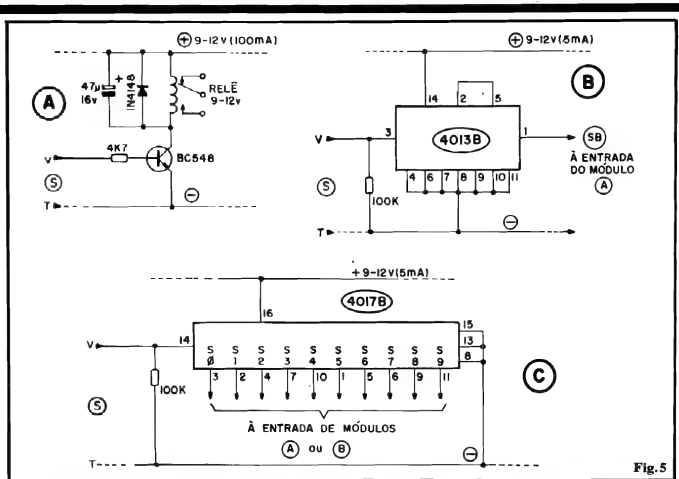

Fig. 5
- FIG. 5-A - **Driver "LIGA ENQUANTO"** - Com o simples arranjo mostrado, ligado à saída ("S-T") do MRIV, teremos a energização do relê, por 1 segundo, a cada comando recebido... Se o dedo do operador "ficar" sobre o **push-button** do MEIV por mais de 1 segundo (digamos, 5 segundos...), também o relê permanecerá "ligado" por - no mínimo - um Tempo equivalente (pelo menos 5 segundos, no caso do exemplo...). A alimentação necessária ao driver situa-se em faixa idêntica à do MRIV (9 a 12V), devendo a bobina do relê apresentar parâmetros compatíveis... Note que a dita alimentação pode, perfeitamente, ser compartilhada com o MRIV, apenas lembrando de "somar" as necessidades de Corrente: 100mA para o driver e 50mA para o MRIV, totalizando assim 150mA (mínimos). O que Vocês vão "fazer" com os contatos de aplicação do relê, não é da nossa conta (usem o bom senso, contudo...).
- FIG. 5-B - **Driver "LIGA-DESLIGA"** - Um único Integrado C.MOS 4013B (mais um resistor de 100K), é tudo o que o Leitor precisa para transformar a saída normal do MRIV, dotando-a de
- FIG. 5-C - **Driver "SEQUENCIAL"** - Um "manjado" 4017B (também da família C.MOS), auxiliado por um resistor de 100K, e a saída básica do MRIV pode transformar-se numa acionadora sequencial de 10 estágios. Observem que, numa configuração básica, cada uma das 10 saídas do módulo 5-C ("S0 até S9") pode ser ligada a um driver "releizado" igual ao mostrado em 5-A, com o que teremos 10 canais sequenciais, de Potência, capazes de acionar uma a uma até 10 cargas "bravas" (acopladas aos respectivos contatos de aplicação dos ditos relês...). No caso, cada uma das 10 cargas, uma vez acionada, assim ficará, até que novo breve comando seja emitido pelo MEIV, quando então ela será "desligada", ligando-se a carga "seguinte" (se estava acionada e ativada pela saída "S3" do módulo 5-C, esta se desativa, e liga-se a acoplada à saída "S4", assim por diante...). Atingido o acionamento da carga acoplada a "S9", no próximo comando o ciclo recomençar, pela ativação da carga controlada pela saída "S0", e assim por diante... Observem, ainda, outra interessante possibilidade: acoplar o módulo 5-C à saída normal do MRIV, ligando a cada uma das 10 saídas do 5-C um módulo 5-B, e a cada saída dos tais